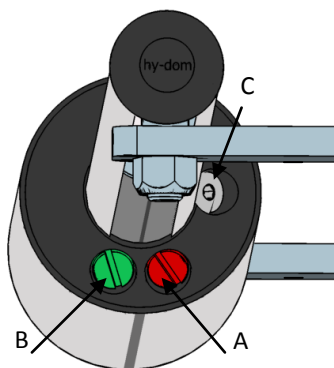

Fig.1
9. Seguidamente ajustar las válvulas limitadoras de presión, (marcas A y B Fig. 1, pág. 3). Dichas válvulas deben ajustarse aproximadamente atornillando una vuelta más de lo mínimo para que la unidad empiece a moverse. La válvula (marca A fig. 1) de color rojo controla la presión de salida del eje y la válvula (marca B fig. 1) de color verde controla la presión de entrada del eje. La presión de abertura debe ser siempre superior a la de cierre.